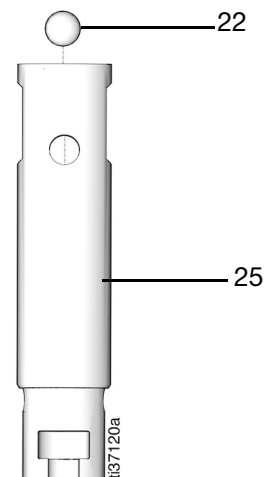

Рис. 56
10. Поместите шар (22) обратно в поршень насоса (25) (Рис. 56).